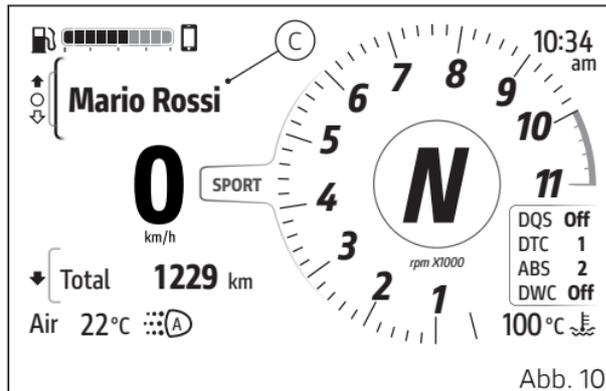

Abb. 10
Es wird das entsprechende Fenster (C, Abb. 10) geöffnet, in dem die letzten 7 getätigten, eingegangenen oder entgangenen Telefonate aufgelistet werden. Ist eine Rufnummer oder ein Kontakt mehrmals unter den letzten Telefonaten vorhanden, wird er nur ein einziges Mal angezeigt. Über die Tasten (1) und (2) ist das Durchscrollen der aufgelisteten Anrufe möglich. Für den Anruf der/des in der Liste gewählten Nummer/Namens die Taste ENTER (3) drücken. Zum Schließen des Fensters die Taste (1) lange gedrückt halten.